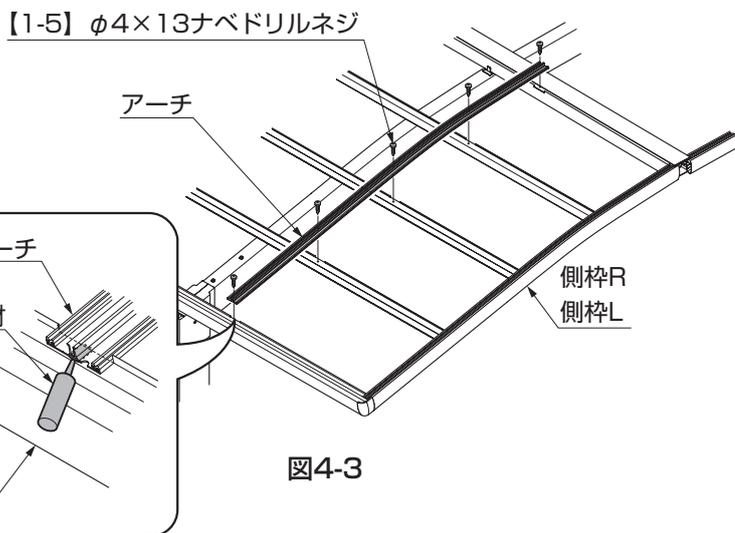
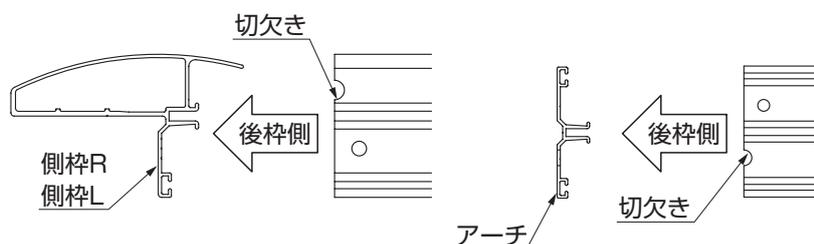

図4-3
図4-4
- 側枠R・側枠Lには左右があります。切り欠きが入っている方を後枠側にしてください。(図4-4参照)
- ③アーチの前後を確認して、ワイド棟木・後枠・母屋にアーチの穴を合わせて【1-5】で取付けてください。(図4-3、図4-4参照)
- アーチを後枠に取付ける前に、アーチと後枠のすき間にシーリング材を充てんしてください。(図4-3参照)